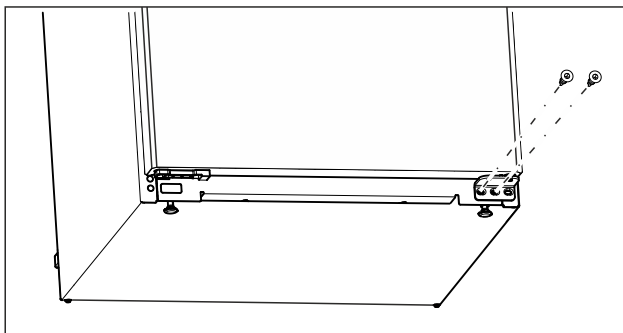

Fig. 11
- ▶ Draai de middelste schroef op de onderste lagersteun los met een Torx 20-schroevendraaier. (zie Fig. 11)
- ▶ Draai de binnenste schroef van de onderste lagersteun los met een Torx 20-schroevendraaier. (zie Fig. 11)